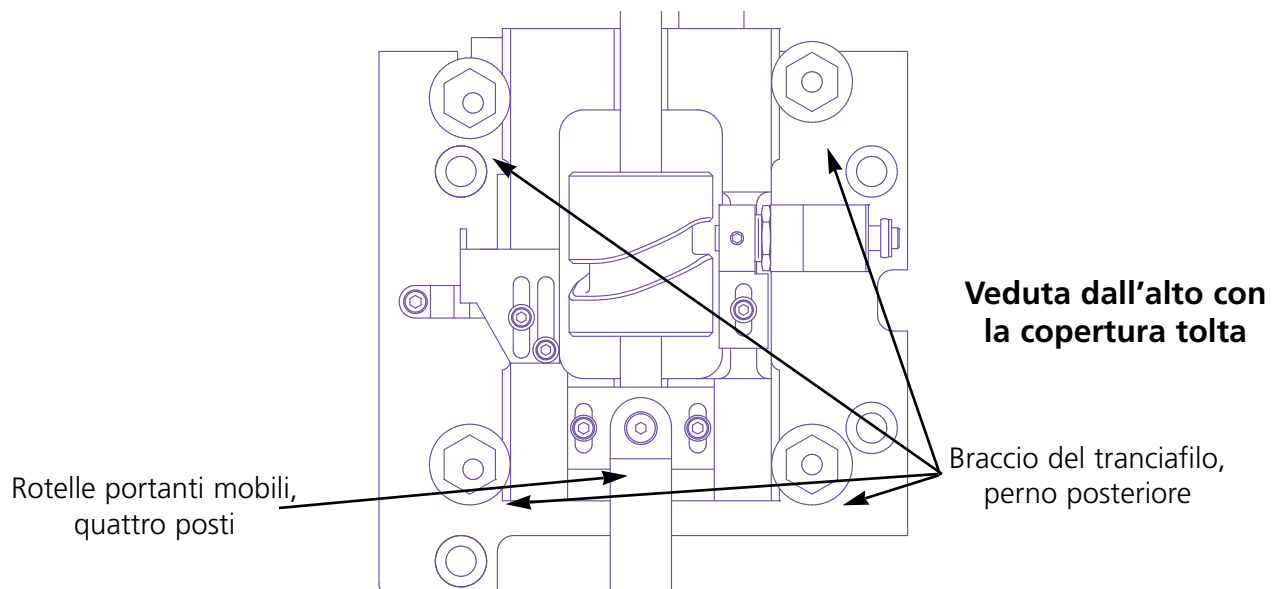

Figura 4-12
3. Mettete una goccia d'olio per la macchina da cucire in questi punti (mostrato nella Figura 4-12):